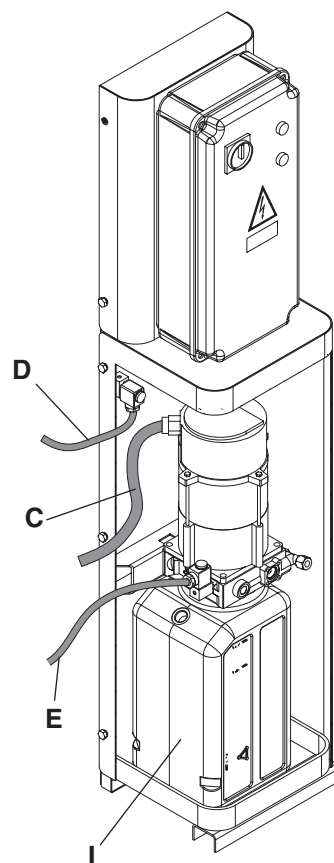

Fig. 21
fettuarlo con la centralina appoggiata a fianco dello scavo) **fig. 21**
- Electrically connect hydraulic control unit (**I**) (we suggest to make connection with the control unit laying onto pit side) **fig. 21**
len (es empfiehlt sich, diesen mit dem Steuergerät neben der Aussparung durchzuführen) **Abb. 21**.
(il est conseillé de l'effectuer avec la centrale posée à côté de la cavité) **fig. 21**
- Conectar eléctricamente la central hidráulica (**I**) (se recomienda efectuar la conexión con la central apoyada al lado de la excavación) **fig. 21**